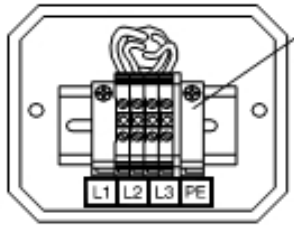

Рис. 2.4
2. Снимите прозрачный пластмассовый изолятор (С), который закрывает клемную колодку. См. рисунок 2.4.
3. Электропровод вставьте через муфту (D) в клемную коробку, показанную на рисунке 2.3.
4. Соедините три линии L1, L2 и L3, фазы (Е) проводом, как показано на рисунке 2.5. Также соедините зеленый заземляющий провод с клеммой (F).